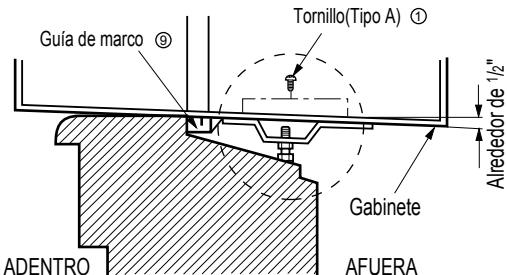

Fig. 4
- Inserte el marco de la cortina en la guía superior las guías del marco FIG.4
4. Seleccione la posición en la que colocará el soporte del dintel ⑥ cerca del punto más externo del dintel. Fig. 4
**NOTA:** Tenga cuidado cuando instala el gabinete (las guías de marcos ⑨ se rompen fácilmente).
5. Agregue el soporte del dintel al hueco de la guía del gabinete según la posición seleccionada usando 2 tornillos tipo A ① en cada soporte Fig. 4